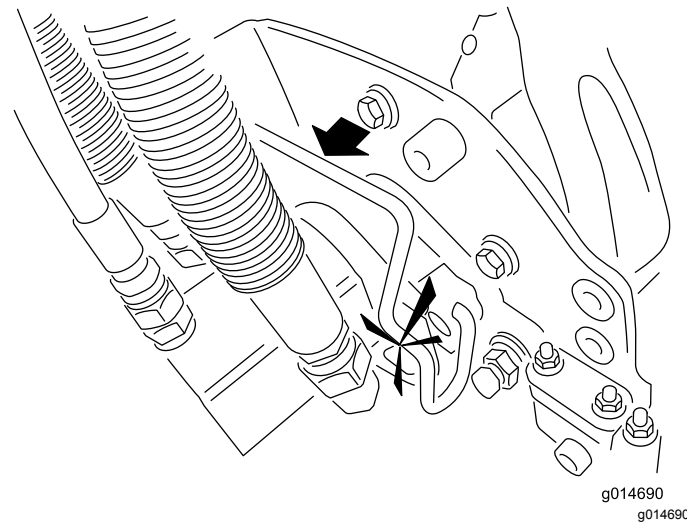

Bild 45
- Setzen Sie den Motor in die linke Seite der Schneideinheit (aus Sicht der Bedienerstellung) und ziehen die Motorbefestigungsstange an der Schneideinheit zum Motor, bis Sie einen deutlichen Klick von beiden Seiten des Motors hören (Bild 45).